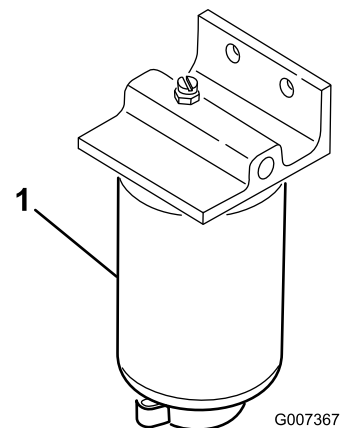

Figura 49
1. Coloque um recipiente limpo debaixo do filtro de combustível (Figura 49).
2. Limpe a zona de montagem do recipiente do filtro (Figura 49).